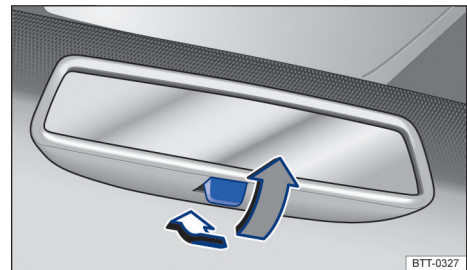

Fig. 79 En el parabrisas: espejo retrovisor interior antideslumbrante manual.
- Posición nocturna: tirar de la palanca → fig. 79 (flecha gris), para evitar el deslumbramiento de los faros de los vehículos que circulan detrás.